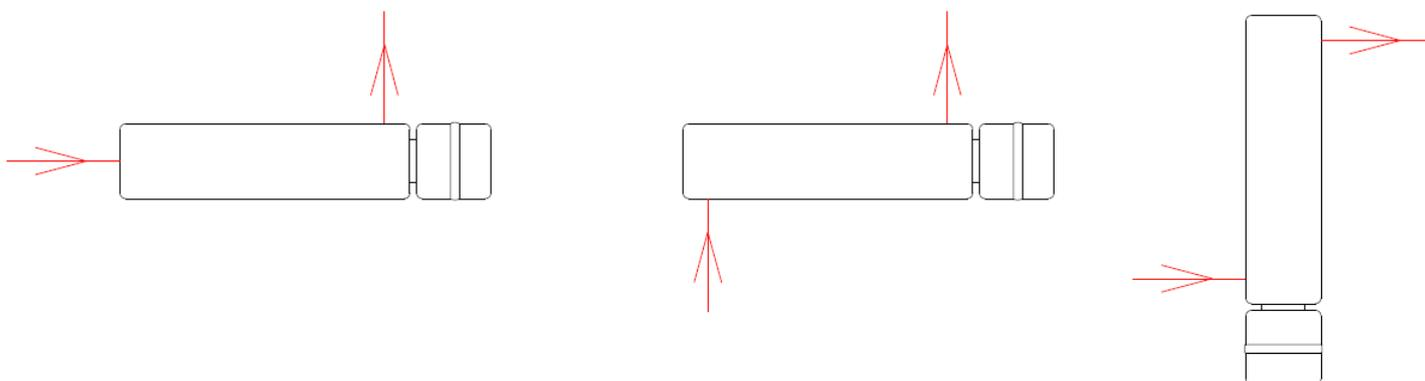

Рисунок 3
Здесь показаны рекомендованные возможности гидравлического подключения с обозначением направления потока теплоносителя (Рисунок 3). При вертикальной установке возможно только положение, при котором кожух электрооборудования направлен вниз, для возможности обезвоздушивания всего объема бивалентного источника тепла.
- Положения монтажа – горизонтальное или вертикальное снизу (глава 2.1, Рисунок 3).